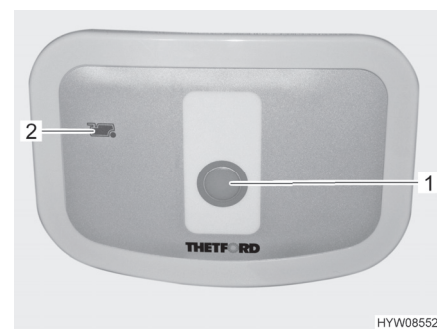

Fig. 83 Botón del inodoro/luz de control (inodoro Thetford)
- Para lavar, pulsar el botón del inodoro azul (Fig. 83,1).
La luz de control (Fig. 83,2) se enciende cuando es necesario vaciar el depósito de aguas fecales.